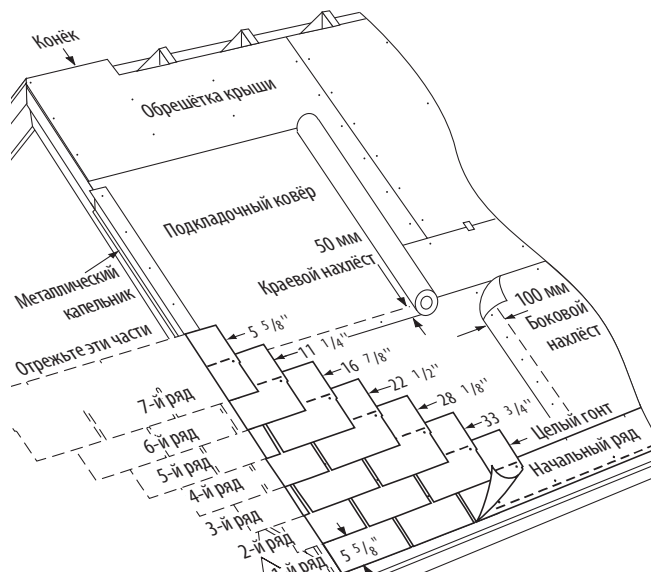

Рис. 10-14. Укладка первых семи рядов на крышу со стандартным уклоном.
1-й РЯД: Уложите целый гонт в левом нижнем углу крыши. Разместите язычки вровень с краями гонтов начального ряда. Таким образом герметик на полосовых гонтах начального ряда пристанет к язычкам гонтов первого ряда и не позволит им задыраться при сильном ветре (Рис. 10-14).
1. Отрежьте 14,3 см с левой стороны гонта и уложите этот кусок шириной 85,7 см над гонтом первого ряда и поверх него, на одной линии с левым краем начального ряда (Рис. 10-14).
2. Отрежьте 28,6 см от первого гонта третьего ряда, 42,8 см от первого гонта четвертого ряда, 57,2 см от первого гонта пятого ряда, 71,5 см от первого гонта шестого ряда и 85,7 см от первого гонта седьмого ряда. Уложите каждый гонт левым краем на одну линию с гонтами предыдущего ряда (Рис. 10-14).